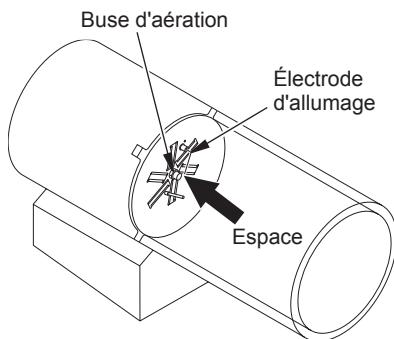

Figure 12 - Espace entre l'électrode d'allumage et la plaque
7. Vérifiez si l'écart entre l'électrode d'allumage et la plaque est de 3,3 à 3,8 mm (0,13 à 0,15 po) (voir figure 12).